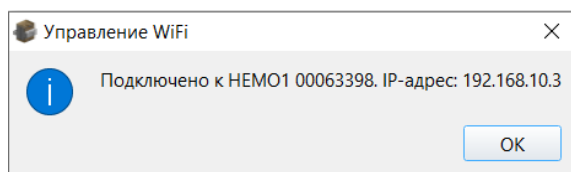

Рисунок 14
- При успешном подключении появится окно с информацией о подключении, см. Рисунок 14